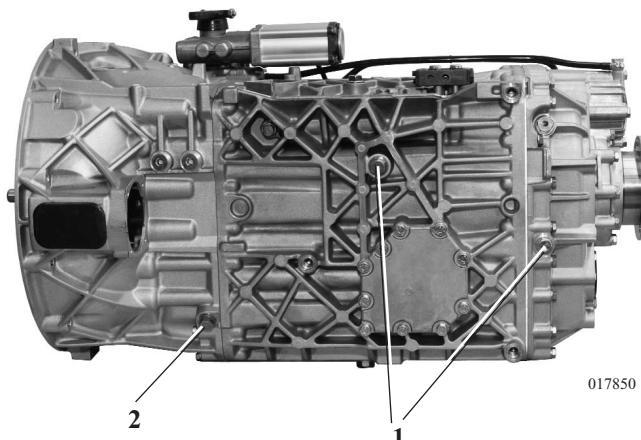

Рис. 12
- Вывинтите резьбовые пробки для слива масла на коробке передач (рис. 12, поз. 1 и 2) и слейте отработанное масло в подходящую емкость.
- Затяните резьбовые пробки для слива масла (1) с указанным крутящим моментом.
- Очистите резьбовую пробку с магнитной заглушкой (2) и затяните с указанным крутящим моментом.